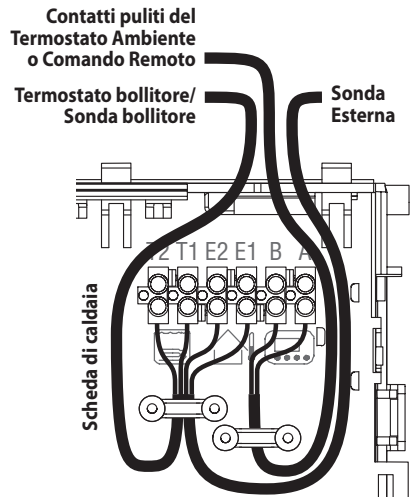

Figura 5.23
- Collegare ai morsetti **T1** e **T2** della morsettiera i due conduttori elettrici come indicato in Figura 5.23.